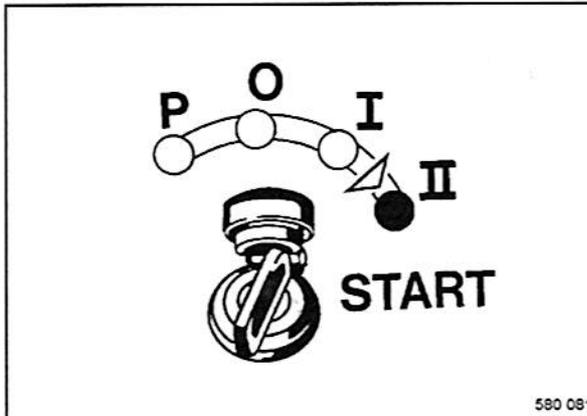

Fig. 61
- Girar la llave de encendido a posición "II" (Fig. 61), el arrancador gira el motor.